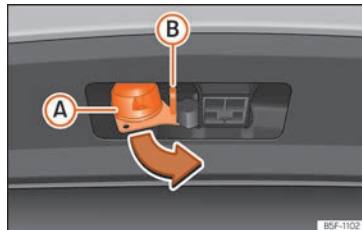

Fig. 259 Rodar o conector de 13 contactos
- Segure no conector pela zona **A** e retire-o no sentido da seta »» **Fig. 259**.
- Abra a tampa do conector **A** e ligue o reboque »» **Fig. 259**.
- Engate o cabo de retenção do reboque no olhal de segurança »» **Fig. 259 B**. Ao engatá-lo, o cabo de retenção deve **fletir** em todas as posições do reboque face ao veículo (curvas pronunciadas, marcha-atrás, etc.).